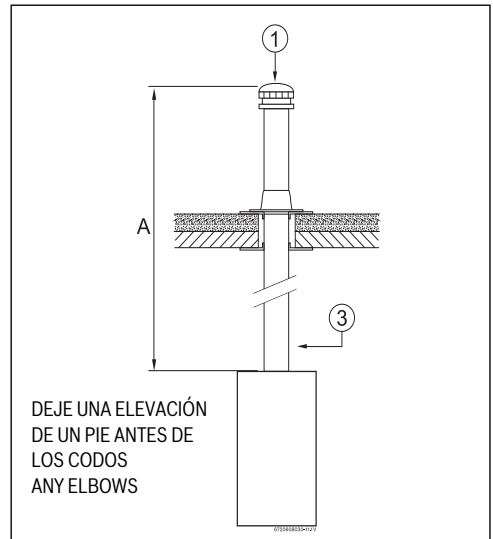

Fig. 9 Techo horizontal
- Se recomienda una salida de gases de 4 pulg. de diámetro construida del tubo correspondiente tipo B de doble pared. A altitudes superiores a 2000 pies se requiere un tubo de salida de gases de 6 pulg.; Vea la Fig. 9. En ninguna circunstancia debe instalarse un tubo de menor tamaño.